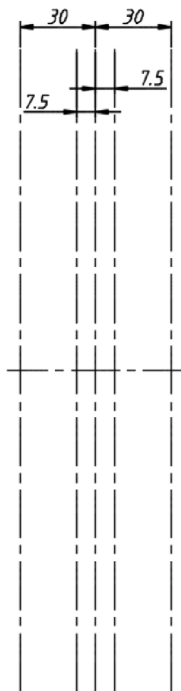

图 13-61 创建 4 条偏移中心线
12) 使用 OFFSET 命令创建图 13-61 所示的几条偏移中心线, 图中特意给出了相应的偏移距离。